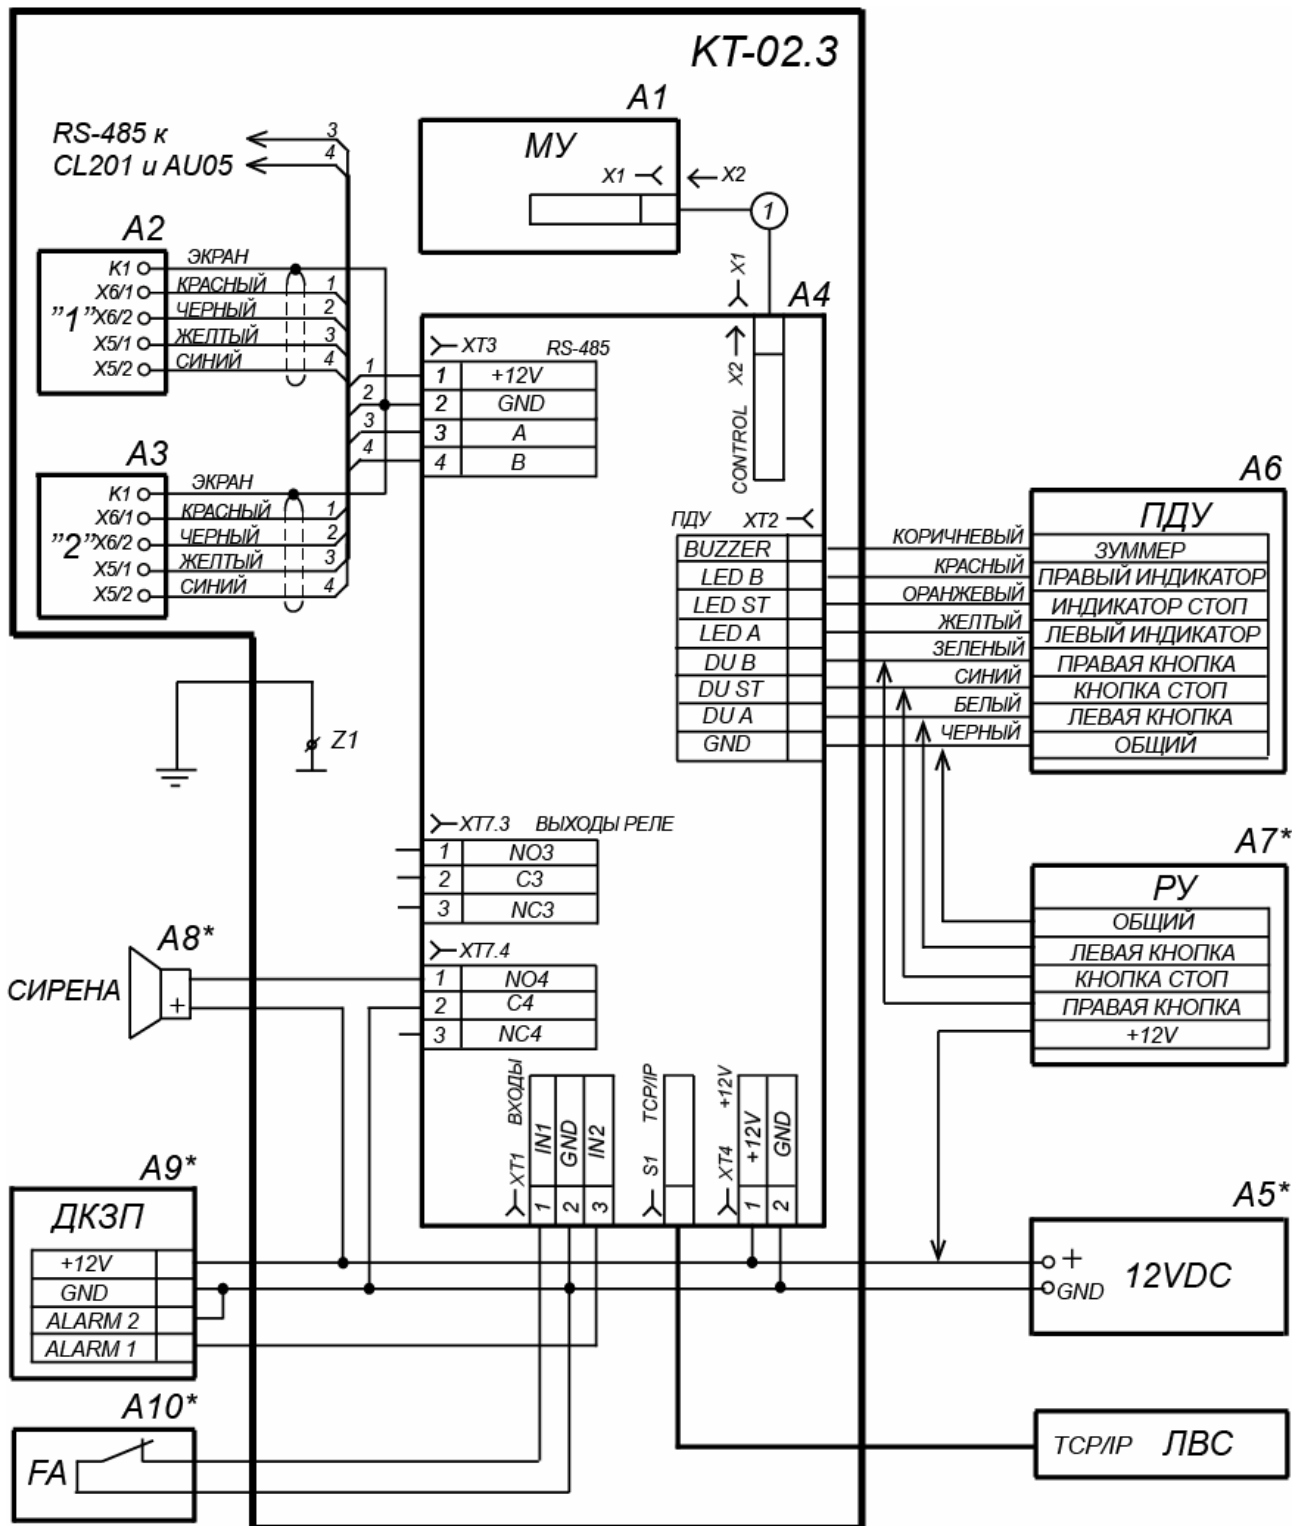

Рисунок 12. Схема подключения ЭП и дополнительного оборудования¹
Расположение клеммных колодок на плате контроллера ЭП показано на рис. 5, назначение контактов клеммных колодок указано в табл. 1. Схема подключения приведена на рис. 12. Используемые при подключении типы кабелей указаны в табл. 5. При монтаже ЭП придерживайтесь следующей последовательности действий:
- позиционные обозначения A1-A4 – указаны на рис.12.
8. Снимите крышку турникета (3), открыв ключом замок (4) (см. разд. 6).
9. Подключите кабель питания (12) к клеммной колодке ХТ4 на плате контроллера. Подключите кабель (10) ПДУ (9) к клеммной колодке ХТ2. Подключите, при необходимости, кабели от других устройств к соответствующим клеммным колодкам платы контроллера (см. рис. 5 и рис. 12).